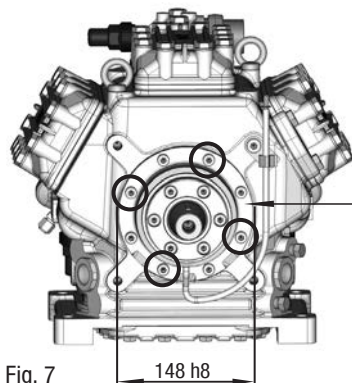

Fig. 7
- Pour recevoir la bobine de l'embrayage électromagnétique, la bride de palier avant possède un ajustement fin $\varnothing 148 \text{ h8}$ (voir fig. 7).
- Pour monter la bobine, desserrer 4 vis à tête cylindrique M8 de la bride de palier (voir fig. 7).